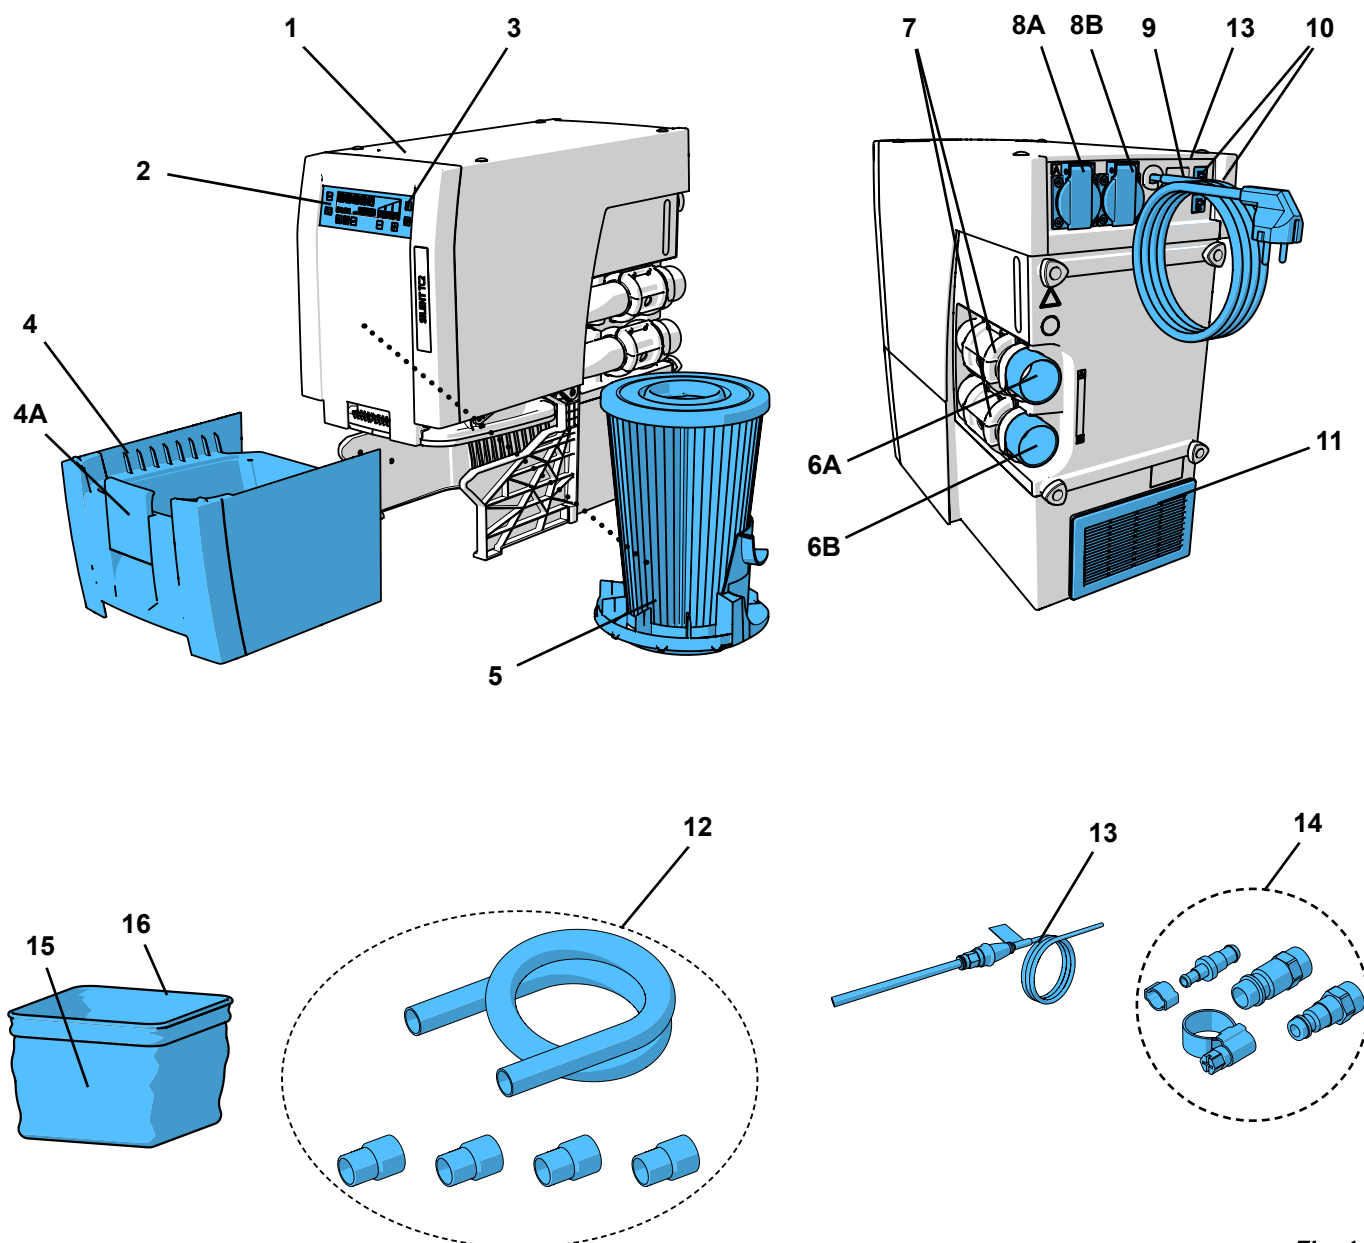

Fig. 1
- udsugningsluftudgangen (11, Fig. 1) ikke påvirkes.
- Ekstern udsugningsluftføring (A) (se kap. 4.7).
- Åbning i skabets bagvæg (B), min. 250 x 120 mm, direkte over for udsugningsluftudgangen (11, Fig. 1).
- Fjern skabets bagvæg (C), afstand mellem skabets bagside og væggen min. 50 mm.
- ⇒ Rul netkablet (9, Fig. 1), og sæt netstikket i bygningsinstallationens stikdåse.
- ⇒ Vælg den passende slangekobling i det vedlagte tilslutningssæt(14, Fig. 1), og sæt den på slangenden.